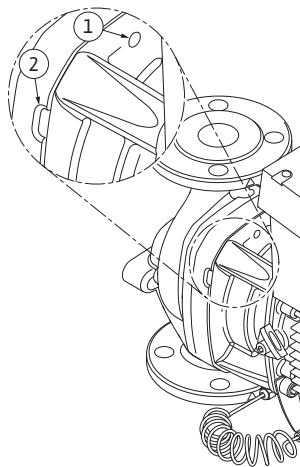

Fig. 50: Резьбовые отверстия и шлицы для отжатия съемного блока от корпуса насоса
- Съемный блок (см. Fig. 13) отжать от корпуса насоса. Для этого рекомендуется использовать два резьбовых отверстия (Fig. 50, поз. 1) — прежде всего для отсоединения опорной части. С этой целью ввернуть подходящие винты в резьбовые отверстия. После ослабления крепления съемного блока можно дополнительно использовать для отжатия шлицы (Fig. 50, поз. 2), расположенные между корпусом насоса и фонарем (напр., вставить в них две отвертки в качестве рычагов). После перемещения отжатия прикл. на 15 мм съемный блок выходит из корпуса насоса.